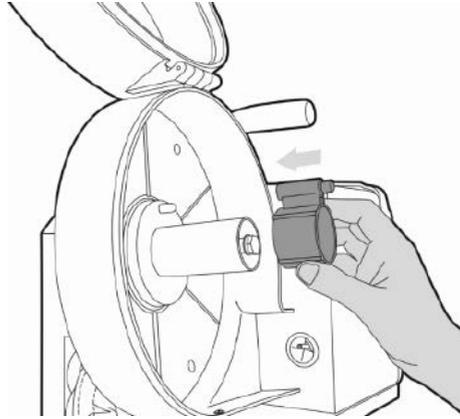

Рис. 8.2.4. Установка адаптера.
1. Установите адаптер для катушки, совместите отверстие адаптера и фиксатор катушки (см. рис. 8.2.4).